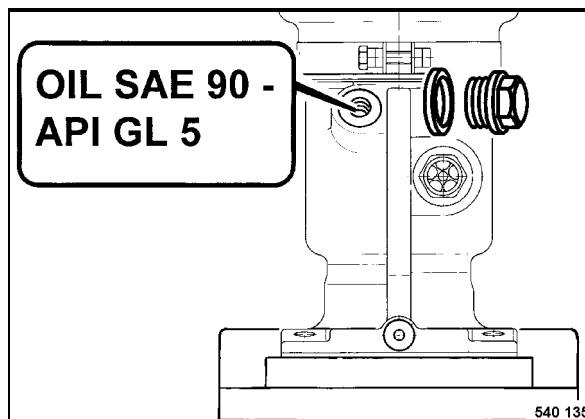

Fig. 46
- Limpiar y desenroscar el tornillo de llenado (Fig. 46).